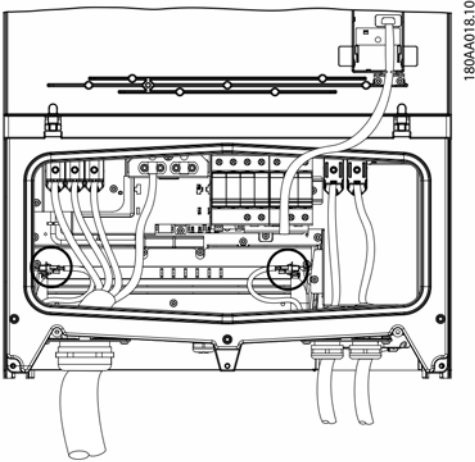
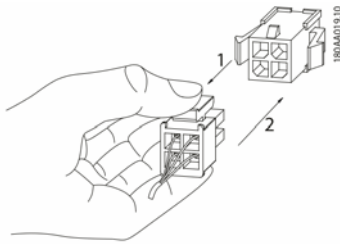

Imagen 1.1
Imagen 1.2
3. Suelte los dos cables negros externos que suministran corriente al ventilador: uno a la derecha y otro a la izquierda. La imagen 1.1 muestra la posición del cable y la posición (1) de la imagen 1.2 muestra cómo retirar el conector de enchufe de los cables negros.
3. Deje que los conectores de los dos cables encajen. Consulte la imagen 1.1 y la posición (2) de la imagen 1.2.